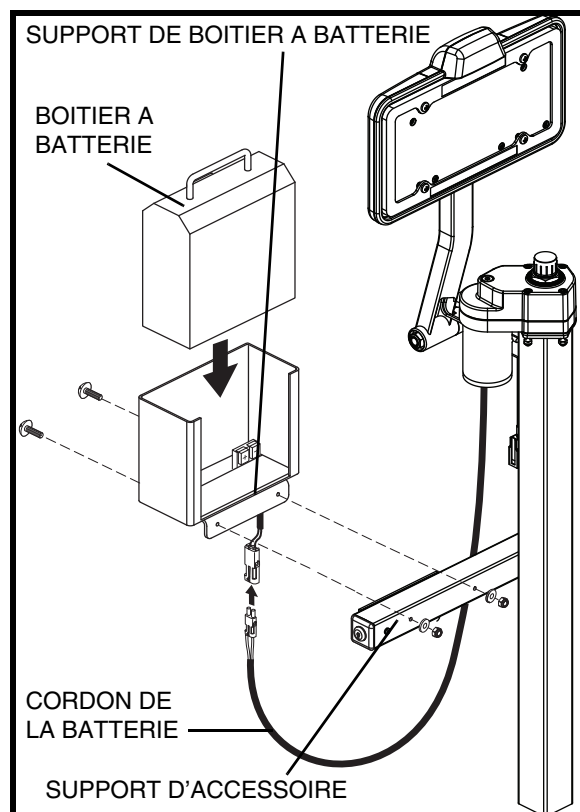

Figure 10. Installation de la batterie interne
1. Alignez les orifices de montage du support à batterie avec ceux du support d'accessoires situés sous le tube de la clé de contact. **Voir la figure 10.**
2. Fixez le boîtier à batterie sur le support à l'aide de la trousse fournie avec le boîtier. **Voir la figure 10.**
4. Branchez le cordon sous le boîtier avec le connecteur du câble du moteur. **Voir la figure 10.**